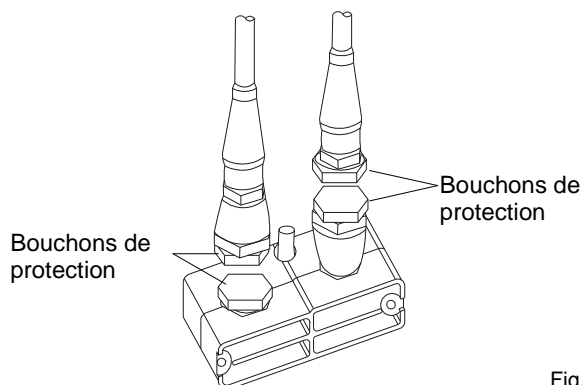

Fig. 16
13. Vissez les bouchons de protection (jointés à la livraison) sur les 4 demi-accouplements (Fig. 16).